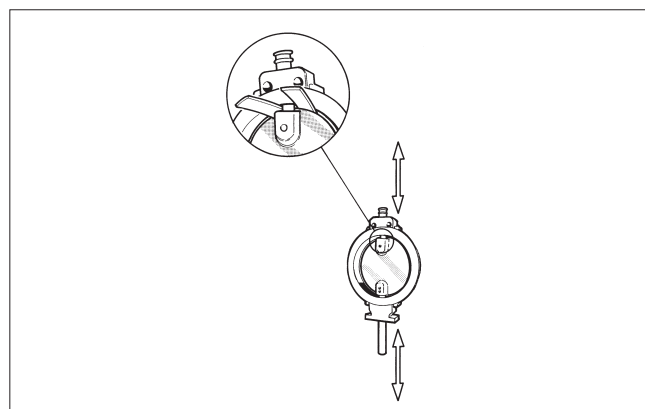

Fig. 15 Protection du disque au cours du démontage et du remontage
- Forez précautionneusement le centre des goupilles (14), avec une mèche d'un diamètre inférieur de 0,2 à 0,5 mm à celui des goupilles.
- Démontez la garniture et la bague anti-extrusion (17) selon 5.3.
- Retirez les vis (26) et la bride aveugle (10), puis enlevez le joint (18).
- Placez des bandes de caoutchouc ou une autre protection entre le bord du disque et le corps ; puis retirez les axes (cf. Fig. 15).
- Retirez les paliers (15).